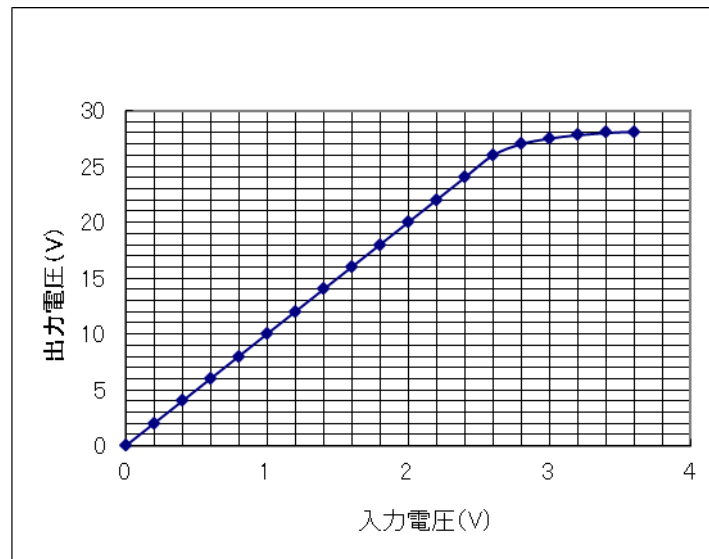

図 M6 入出力特性(記入例)
(C) 次に、入力電圧を直線性(線形動作)が保たれる値(図 M6の例では  $1.4\text{V}_{pp}$ 、予備実験では約  $30\text{mV}_{pp} = \pm 15\text{mV}$ )に設定し、周波数を  $10\text{Hz} \sim 1000\text{kHz}$  まで変化させた時の「振幅周波数特性」 $[20\log_{10}(V_{OUT}/V_{IN})\text{dB}]$  を測定する。
- (1)入出力特性を、図 M6を参考にして整理する。なお、トランジスタ破損の恐れがあるので、出力電圧が飽和し始めたら、適当なところで入力電圧の増加をやめる。